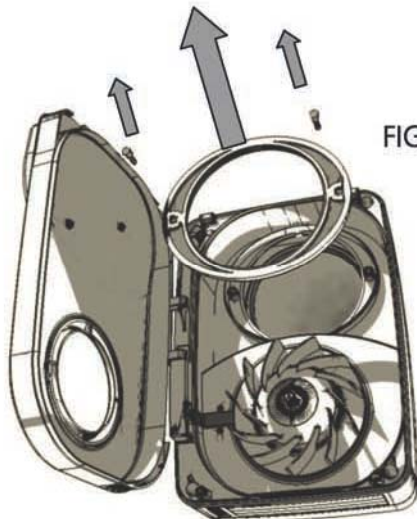

FIG.25
- 4- Enlever le collier de maintien et l'échangeur de chaleur (FIG 25 et 26) et nettoyer à l'eau tiède avec un détergent doux. Bien sécher puis remonter dans l'ordre inverse